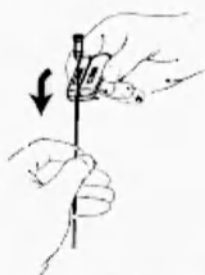

Рис. 2
Интраоперационное тестирование может выполняться для подтверждения правильного расположения электрода. Тестирующая система ANS состоит из внешнего стимулятора, Тестового стимулятора ANS, и двух типов тестового кабеля (см. Рис.2, 5 и 8).
1. Введите проксимальный кончик электрода в коннектор тестового кабеля (см. Рис.2)
Индикатор направления в электродах со стилетом предназначен для ориентации стимулирующих электродов. Передний/задний (А/Р) виды рентгена позволяют визуализировать направляющий индикатор (см.Рис.2). Если индикатор направлен вправо на рентгене, контакты направлены вниз к твердой мозговой оболочке. Если индикатор указывает влево, контакты направлены вверх (от твердой мозговой оболочки).